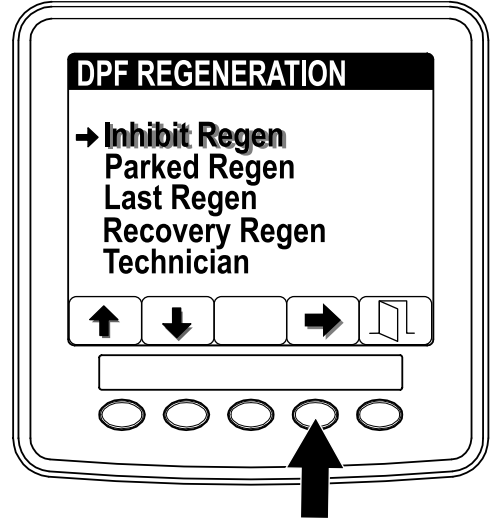

图12
1. 访问 DPF Regeneration（DPF 再生）菜单，按 1 号或 2 号按钮向下滚动至 INHIBIT REGEN（禁止再生）选项（图12）。
2. 按 4 号按钮选择 Inhibit Regen（禁止再生）条目（图12）。